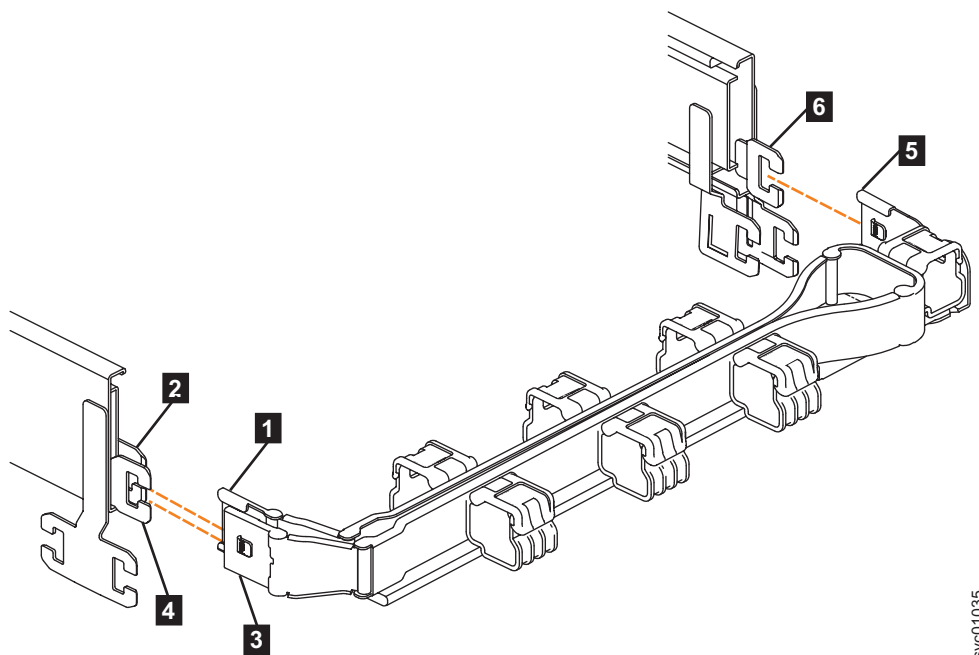
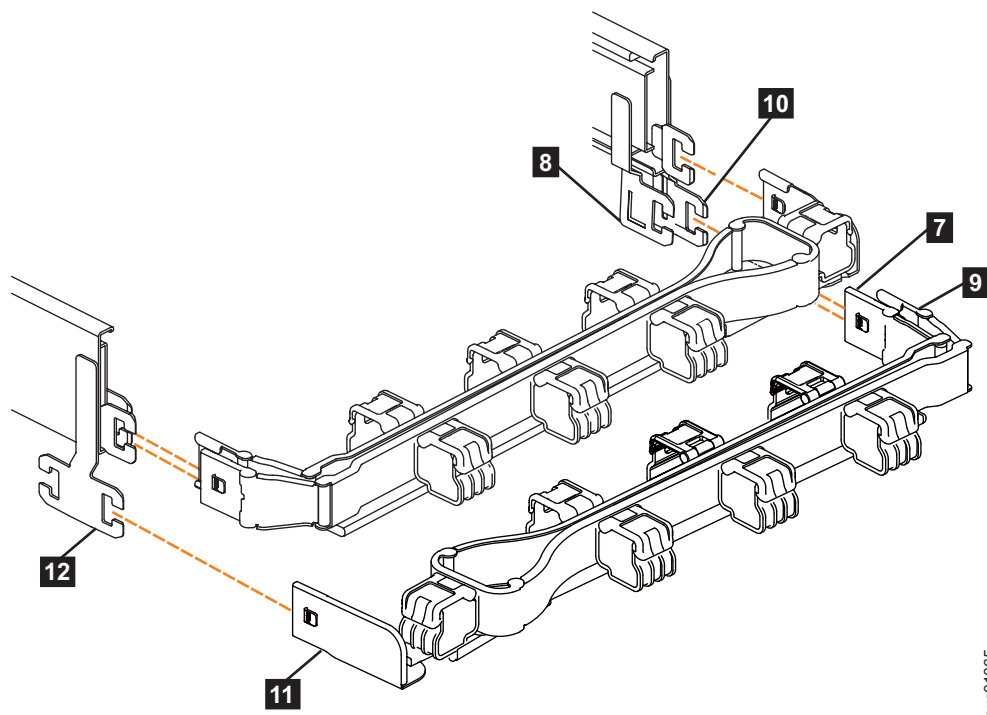

Figure 65. Connecteurs de l'élément supérieur du bras de routage des câbles
Figure 66. Composants de l'élément inférieur du bras de routage des câbles
Les connecteurs du bras de routage des câbles sont installés sur les points d'ancrage à l'extrémité des glissières de support. La figure 65, à la page 74 montre les connecteurs sur l'élément supérieur du bras de routage des câbles.
1. Appuyez sur le loquet situé à la base du connecteur sur l'élément supérieur du bras de routage des câbles (**5** dans la figure 65).
2. Tirez sur le connecteur pour le retirer de sa base sur la glissière de support droite (**6** dans la figure 65).
3. Appuyez sur le loquet du connecteur externe de l'élément supérieur du bras de routage des câbles (**3** dans la figure 65).
4. Retirez le connecteur externe de l'élément interne de la glissière de support gauche (**4** dans la figure 65).
5. Retirez le connecteur interne situé sur l'élément supérieur du bras de routage des câbles (**1**) de l'élément interne de la glissière de support gauche (**2**), comme illustré dans la figure 65.
Remarque : La procédure de retrait de l'élément inférieur du bras de routage des câbles est identique à la procédure de retrait de l'élément supérieur. Cependant, les emplacements des connecteurs sont inversés. Par exemple, la base du connecteur de l'élément supérieur du bras de routage des câbles (**5** dans la figure 65) se fixe à la glissière droite. La base du connecteur de l'élément inférieur du bras de routage des câbles (**11** dans la figure 66, à la page 75) se fixe à la glissière gauche.
6. Retirez la base du connecteur située sur l'élément inférieur du bras de routage des câbles (**11**) du connecteur situé sur la glissière de support gauche (**12**), comme illustré dans la figure 66.
7. Retirez le connecteur interne situé sur de l'élément inférieur du bras de routage des câbles (**9**) de l'élément externe de la glissière de support droite (**10**), comme illustré dans la figure 66.
8. Retirez le connecteur externe situé sur l'élément inférieur du bras de routage des câbles (**7**) de l'élément interne de la glissière de support droite (**8**), comme illustré dans la figure 66.